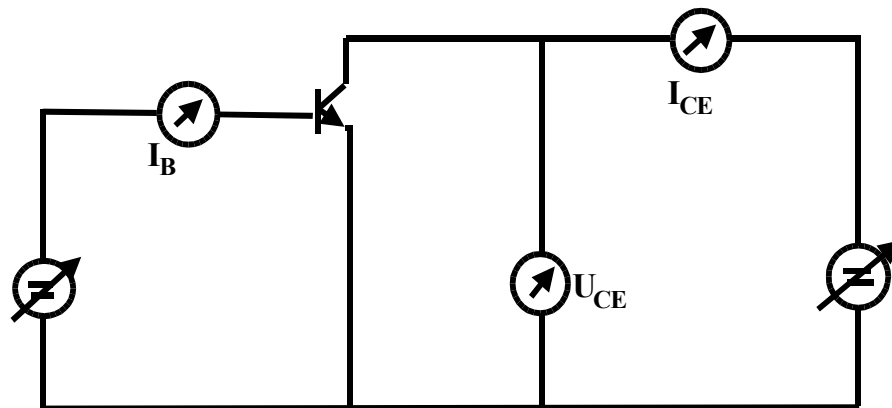

Abb. 4 Transistorkennlinien
4. Bauen Sie die Schaltung nach Abb. 4 auf.